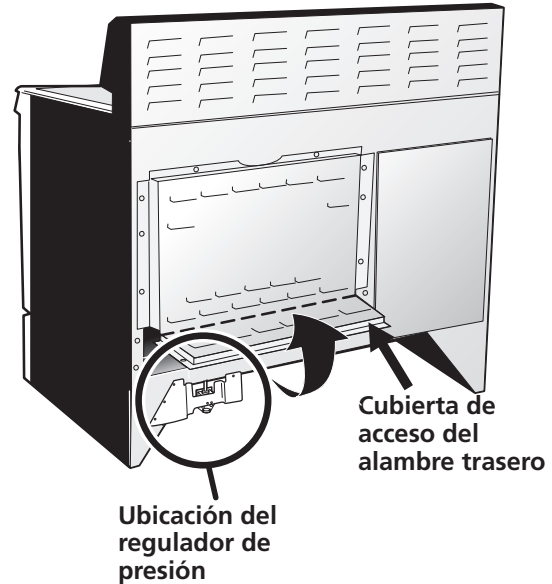

Figura 2
1. Retire los 3 tornillos de la parte baja de la cubierta del cable trasero (cubierta de acceso), luego levante la cubierta hacia arriba para tener acceso al bloque de conexión del borne terminal (vea figura 2).
1. Retire los 3 tornillos de la parte baja de la cubierta del cable trasero, luego levante la cubierta hacia arriba para tener acceso (cubierta de acceso) al bloque de conexión del borne terminal (vea figura 2).